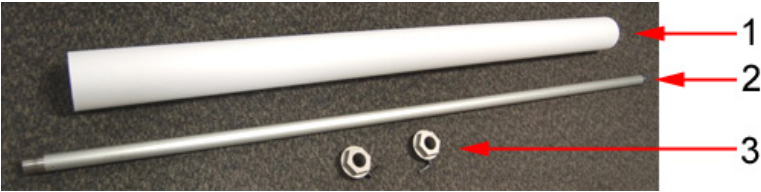

图 16. 纸卷和送纸轴
17. 将**送纸轴**插入空心**纸卷**中（图 16）。